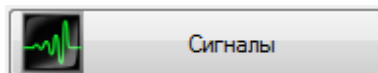

Рис. 4.6 Иконка для перехода к директории записанных сигналов
12. В открывшемся окне программы «Пути конфигурации пользователя» нажать на иконку «Сигналы» (Рис. 4.6).